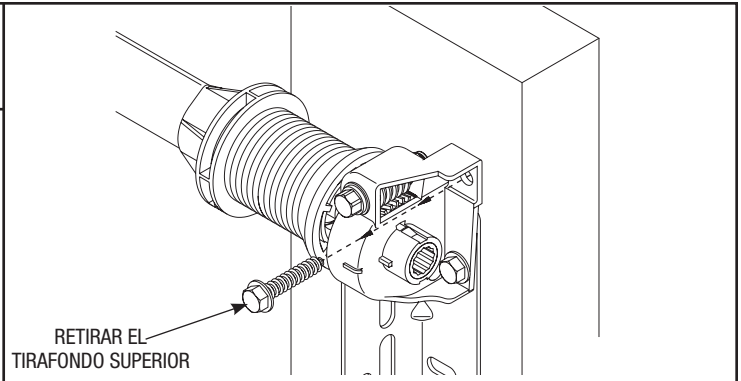
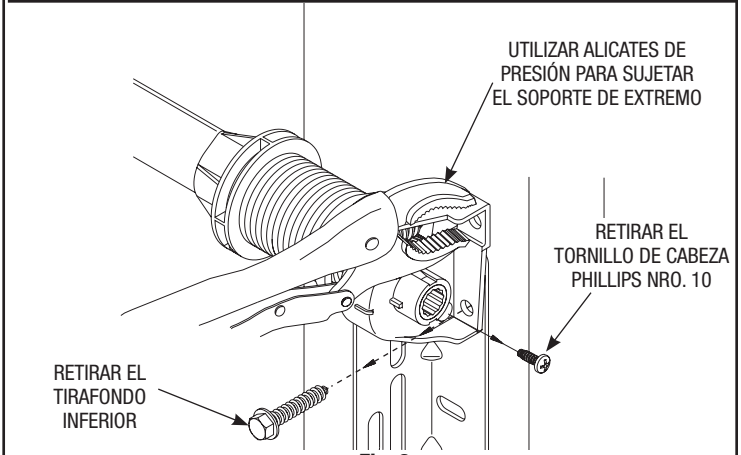

Fig. 5
Fig. 6
**Paso 5:** Retirar el tirafondo superior de 5/16" x 1-5/8" del soporte derecho (Fig. 5). Aplicar los alicates de presión a la porción superior del soporte de extremo y sujetar la carcasa sin moverla mientras se retira el tirafondo inferior de 5/16" x 1-5/8" y el tornillo de cabeza Phillips nro. 10 x 1/2" del soporte de extremo (Fig. 6).